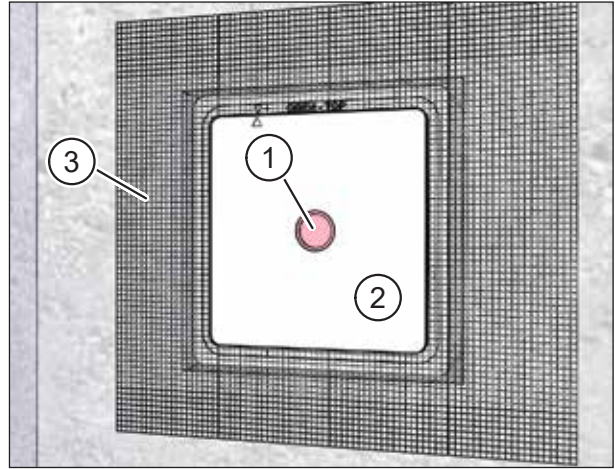

Abb. 19: Montageset im Innenbereich einputzen
- ▶ Achten Sie darauf, dass der Signaldeckel (Pos. 1 in Abb. 19) im Putzschutzdeckel (Pos. 2 in Abb. 19) sitzt.
- ▶ Bringen Sie das Putzgewebe M-WRG-PG (Pos. 3 in Abb. 19) auf dem Montageset und der Massivwand an.